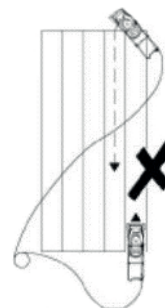

Рис. 4
**Примечание!** Запрещен способ обработки, показанный на рис. 4, где продвижение косилки идет в направлении кабеля.